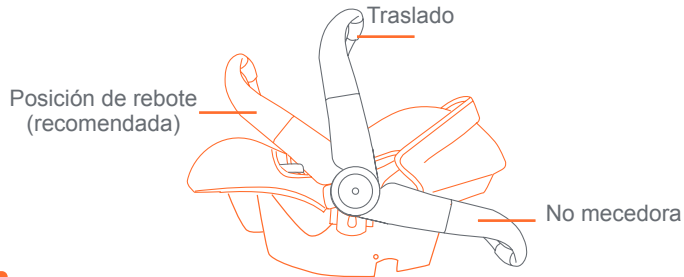

Fig. 23-2
- Baby Trend® recomienda usar las posiciones probadas y aprobadas que se muestran en el diagrama a continuación (Fig. 23-2).